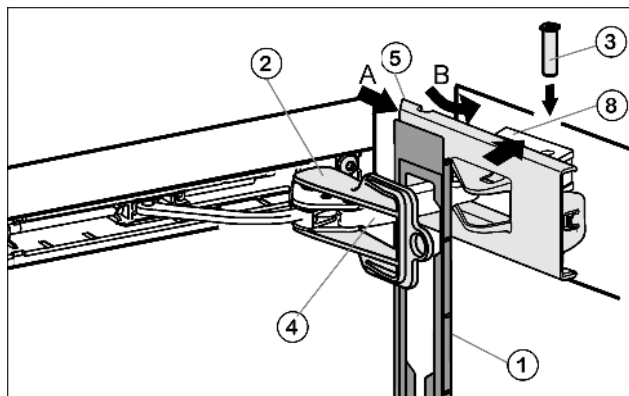

Fig. 23
- ▶ Навесьте накладку *Fig. 23 (1)* на амортизационную скобу *Fig. 23 (4)* таким образом, чтобы передние защелки показывали во внутрь, а передняя сторона была направлена к устройству.
- ▶ Отодвиньте (А) крышку *Fig. 23 (5)* снаружи и поверните (В) через опорную деталь *Fig. 23 (8)*.
- ▶ Установите крышку *Fig. 23 (5)* и защелкните ее до первого фиксатора.
- ▶ Притяните амортизационную скобу *Fig. 23 (4)* к опорной детали *Fig. 23 (8)* и сверху вставьте палец *Fig. 23 (4)* таким образом, чтобы квадратная головка сидела в углублении.
- ▶ Теперь полностью защелкните крышку *Fig. 23 (5)* на опорной детали *Fig. 23 (8)*.
- ▶ Выкрутите фиксатор *Fig. 23 (2)*.
- ▶ Защелкните накладку *Fig. 23 (1)* на дверце.